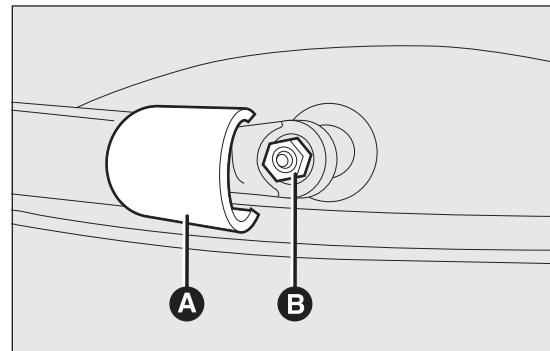

Abb. 140
- Die Abdeckung A Abb. 140 anheben und den Arm durch Abschrauben der Mutter B Abb. 140, die den Arm am Drehbolzen befestigt, abmontieren;